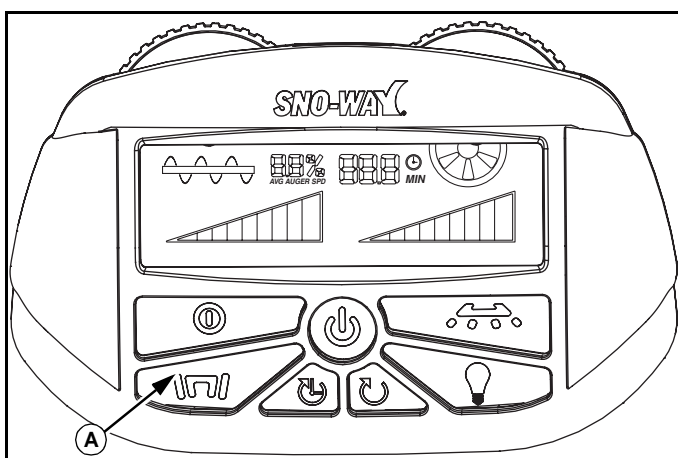

Abb. 1-12
Zur Bedienung des Vibrators, die Steuerung im Run-Modus halten und die Vibratortaste (A) drücken, dann ändert sich das Tastenlicht von weiß auf grün. Der Vibrator kann nicht betrieben werden, wenn das Gerät im Pausen-Modus ist. Wenn der Vibrator nicht im Automatik-Modus ist, schaltet der Vibrator ab, wenn die Steuerung pausiert wird und bleibt aus, bis die Taste im Run-Modus erneut gedrückt wird. Wenn der Vibrator im Automatik-Modus ist und die Steuerung läuft, dann kann der Vibrator durch Drücken der Taste ausgeschaltet werden. Das Tastenlicht wird beim Ausschalten weiß und wieder grün, wenn die Taste gedrückt wird. (Siehe Abb. 1-12.)